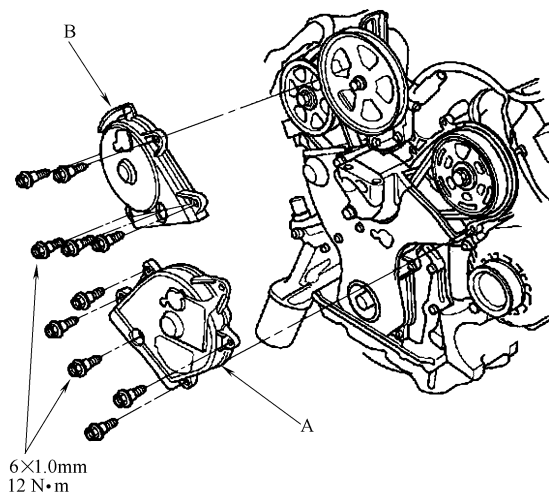

图 23-66 安装前部上盖 A 和后部上盖 B
- 11) 按照图 23-66 所示, 安装前部上盖 A 和后部上盖 B。